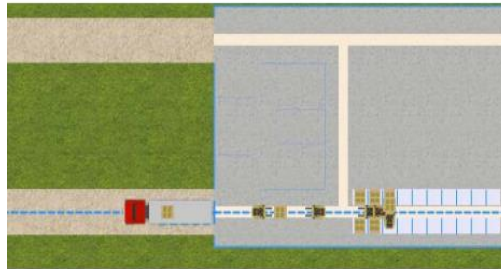

Рисунок 13.16 – Область властивостей
25. Запустіть модель, щоб перевірити поведінку вантажівки. Анімація має працювати так, як ми очікуємо (рис. 13.16).